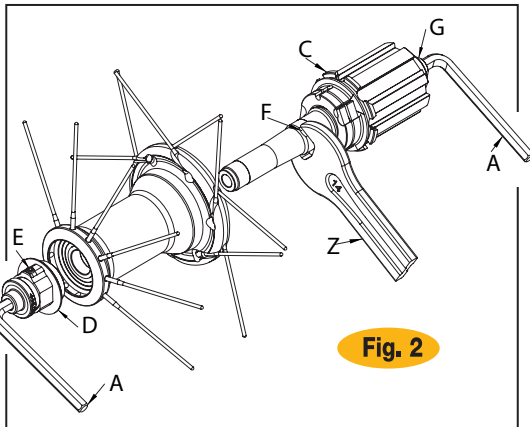

Fig. 2
- Introduzcan dos llaves Allen (A) en las tuercas de tope en los extremos de los bujes (Fig. 2). y gírenlas en sentido **horario**.
- Después de haber retirado el perno del buje posterior, el cuerpo rueda libre (C) permanece conectado con las correspondientes carracas, (Fig.2).